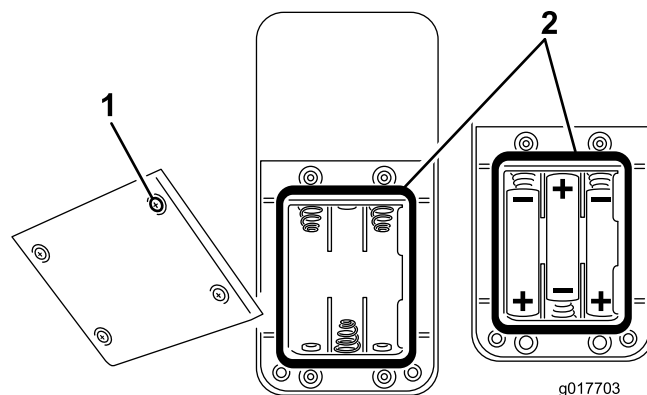

Figure 32
2. Si le compartiment est vide, utilisez trois piles AAA neuves. Prenez soin de placer les piles dans le sens indiqué à la Figure 32.
3. Si vous remplacez des piles à plat, retirez les anciennes piles et remplacez-les par trois piles AAA neuves. Prenez soin de placer les piles dans le sens indiqué à la Figure 32.